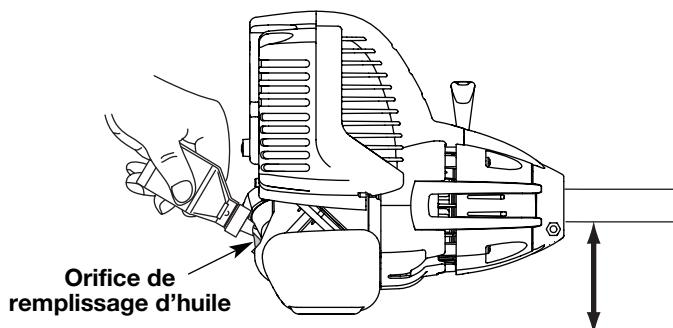

Fig. 6
- Placez l'appareil sur une surface horizontale plane (Fig. 6).
- Versez tout le contenu de la bouteille d'huile dans le carter-moteur (Fig. 6).